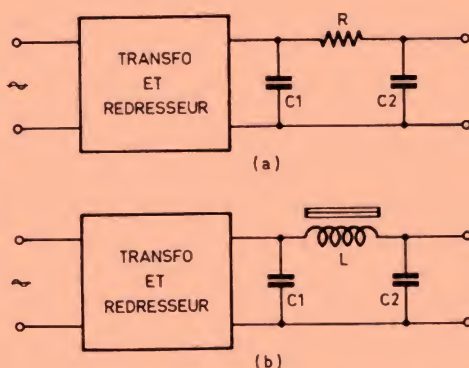

Fig. 11. — Les filtrages les plus simples se composent d'un ensemble RC (a) ou LC (b).
Dans les alimentations les plus simples, le filtrage s'obtient par un circuit composé soit par un ensemble résistance-condensateur (RC), soit par un ensemble inductance-condensateur (LC) (fig. 11).